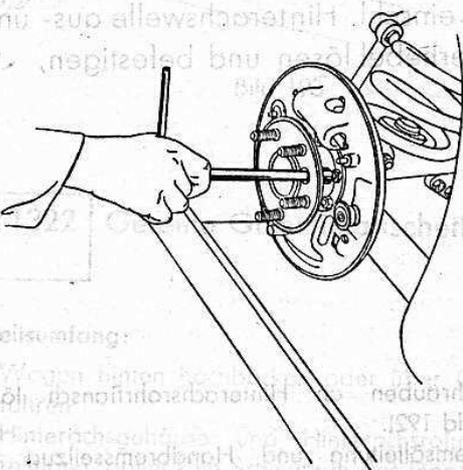

Bild 187
3. Muttern am Hinterachsrohrflansch mit Steckschlüssel (Wst 526) lösen (Bild 187).